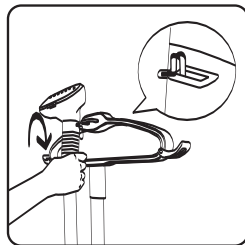

рис.1
6.1.4 Закрепите распылитель в правильном положении на крюке для крепления (рис.1).